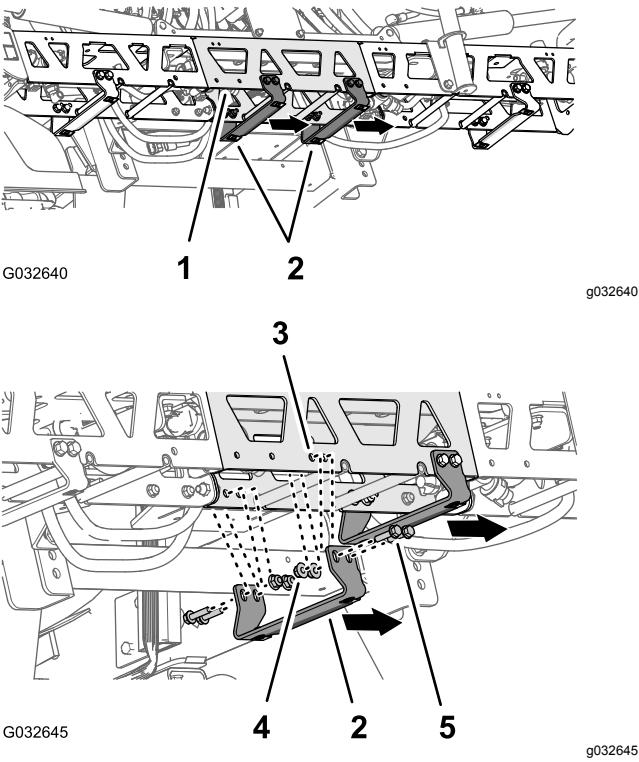

Figura 151
2. Na extensão para a secção de pulverização central, localize os dois pares de orifícios na superfície vertical da estrutura da armação com um espaçamento entre orifícios de 25 mm (Figura 151).
3. Alinhe os orifícios num suporte (peça Toro n.º 131-3703-03) para os orifícios na extensão para a secção de pulverização central que identificou no passo 2 com a flange larga do suporte para a esquerda; consultar Figura 151.
4. Monte o suporte na estrutura da armação (Figura 151) com quatro parafusos de cabeça flangeada (3/8 x 1-1/4 pol. — peça Toro n.º 110-5050) e quatro porcas de bloqueio flangeadas (3/8 pol. — peça Toro n.º 104-8301).